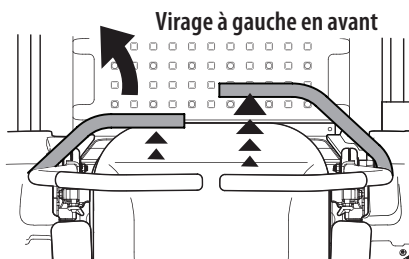

Figure 27
1. Pour tourner à gauche, déplacez le levier de contrôle de conduite gauche en arrière du levier de contrôle droit (Figure 27).